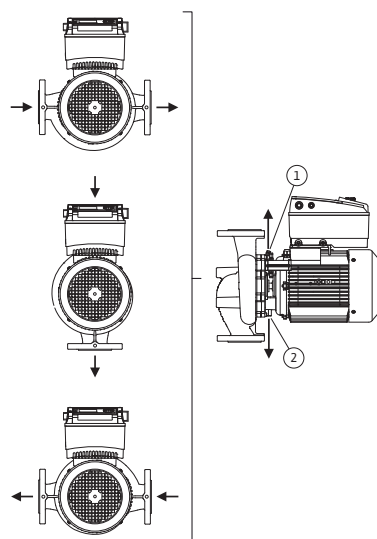

Рис. 18: Допустимые монтажные положения с горизонтальным валом электродвигателя
Допустимые монтажные положения с горизонтальным валом электродвигателя и электронным модулем вверх (0°) показаны на рис. 18. Не показаны допустимые монтажные положения с монтированным сбоку электронным модулем ($\pm 90^\circ$). Допускается любое монтажное положение, кроме «электронным модулем вниз» (-180°). Отвод воздуха из насоса обеспечивается только при условии, что клапан для выпуска воздуха обращен вверх (рис. 18, поз. 1).
Только в этом положении (0°) может осуществляться направленное отведение накапливающегося конденсата через имеющееся отверстие, фонарь насоса и двигатель (рис. 18, поз. 2).
- При горизонтальном положении вала отверстие для отвода конденсата должно быть направлено вниз (рис. 18, поз. 2). При необходимости следует соответствующим образом повернуть электродвигатель.